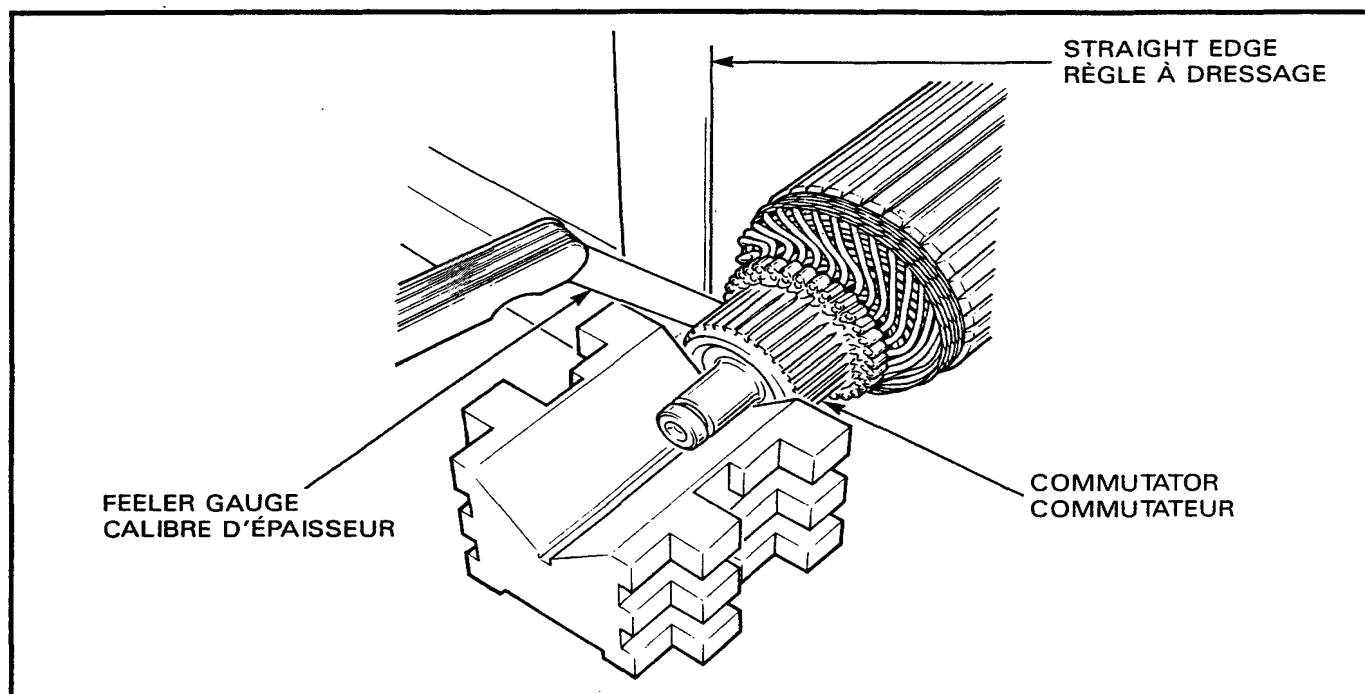

Figure 2-5-4 Measurement of Starter Commutator Out-of-Round
- d. Place the armature shaft on V-blocks and position a machinist's square against the commutator, see Figure 2-5-4. Hand-turn the commutator to measure the out-of-round. Machine the commutator if the out-of-round is greater than 0.03 mm.
- (1) Place one end of an ohmmeter or battery-powered test lamp on the commutator and the other probe on the armature body or shaft. If the test lamp lights, or a reading is obtained on the ohmmeter, the windings are grounded.
- d. Placer l'arbre d'induit sur des supports en V, et placer une équerre de précision contre le commutateur. Voir figure 2-5-4. Tourner manuellement le commutateur pour mesurer l'excentricité. Usiner le commutateur si l'excentricité excède 0.03 mm.
- (1) Placer une extrémité d'un ohmmètre ou une lampe d'essai à batterie sur le commutateur, et l'autre sonde sur l'induit ou l'arbre. Les enroulements sont à la masse si la lampe s'allume ou si l'ohmmètre indique une résistance.